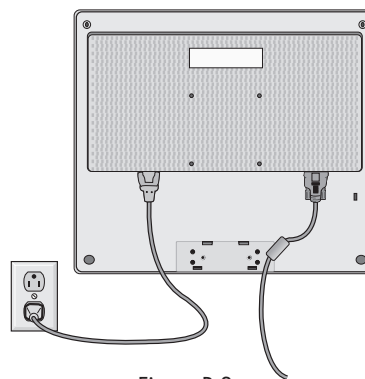

Figure R.3
5. Connectez les AC attachent avec une corde et câble du signal au dos du moniteur (Figure R.3).